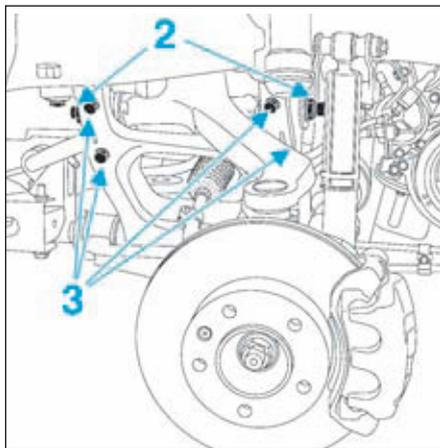

FIG.20
- Desserrer les fixations (2) du bras supérieur (Fig.20).
- les fixations (3) du bras supérieur sur le berceau,